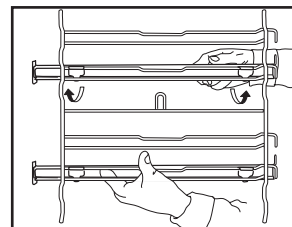

Abb. 3
3. Hängen Sie den oberen Teil der Schienen am Einhängegitter ein. Vergewissern Sie sich, dass die Teleskopschienen sich frei nach vorne bewegen können. Drücken Sie dann den unteren Teil der Auszüge fest gegen das Einhängegitter, bis diese einrasten (Abb. 3).